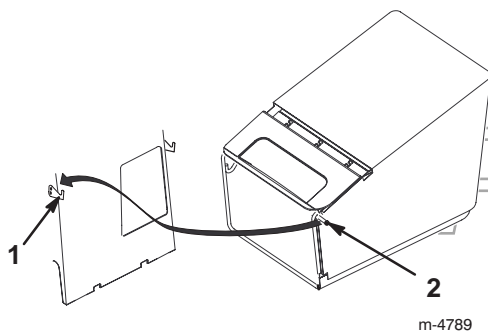

Bild 18
5. Hängen Sie die Fangkorbrahmenstifte in die Haken ein, siehe Bild 18.
4. Heben Sie die Fangkorbrahmenstifte von den Haken ab. Nehmen Sie sie dann aus der Öffnung heraus, siehe Bild 18.